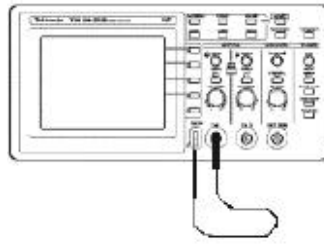

Figura 2.1
- 2.4 Conecte la punta del osciloscopio al canal I (canal X) y la punta de medición a la señal de prueba que proporciona el osciloscopio como se muestra en la Figura 2.1. Observe lo que sucede en el desplegado al modificar los controles del canal I: TIME/DIV, VOLTS/DIV y MODE Vertical.